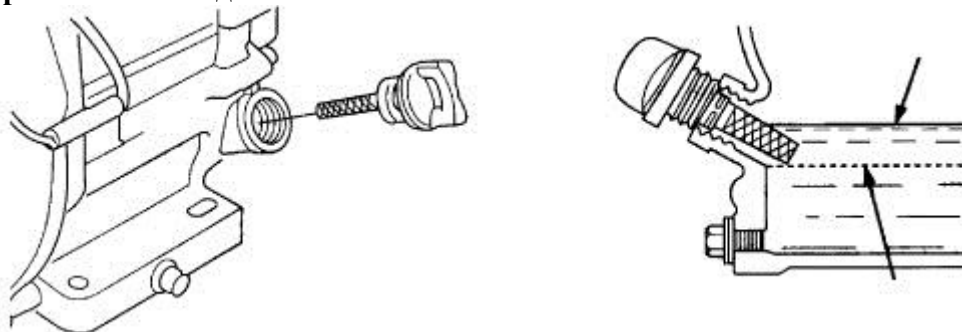

Рис. 2. Проверка уровня масла в двигателе
2. Проверьте правильность установки ремней. Шкивы и каждый из ремней должны лежать в одной плоскости. Для проверки расположите угольник вдоль шкивов и регулируйте оба шкива до достижения требуемого положения согласно Рис. 2.